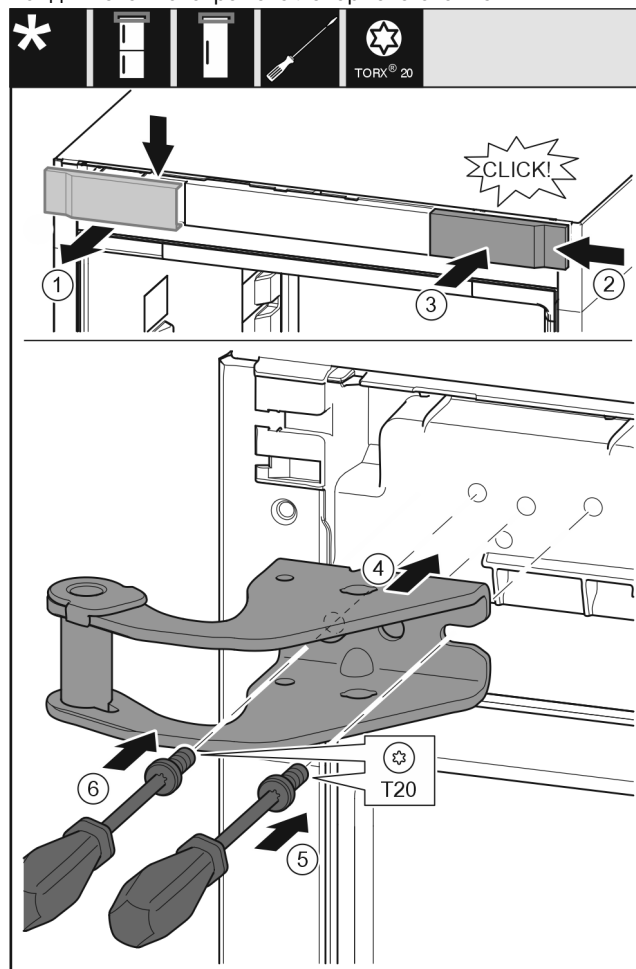

Fig. 8
- ▶ Свалете капака от горе напред. Fig. 8 (1)
- ▶ Закачете капака, завъртян на 180°, от другата страна отдясно. Fig. 8 (2)
- ▶ Фиксирайте капака. Fig. 8 (3)
- ▶ Поставете горната лагерна стойка. Fig. 8 (4)
- ▶ С отвертка T20 поставете винта и го затегнете. Fig. 8 (5)
- ▶ С отвертка T20 вкарайте винта и го затегнете. Fig. 8 (6)